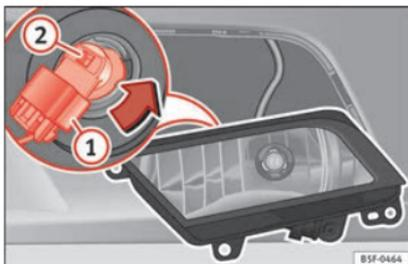

Fig. 107 Faro fendinebbia.
- Estrarre il connettore »» fig. 107 ① della lampada.
- Ruotare il portalampadine »» fig. 107 ② verso sinistra e tirare.